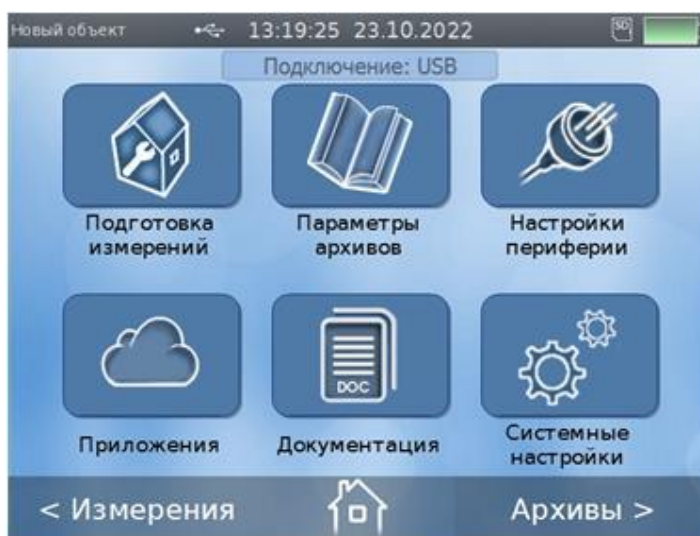

Рис.4. Основное меню расходомера.
3.1.1. Для управления расходомером с клавиатуры используется многоуровневая система меню, состоящая из основного меню (рис.4), подменю, команд и параметров, наименования которых сгруппированы в списки.
- 3.3.1. Для ввода цифровых или списочных параметров возможно использование функции «in-touch» дисплея. Для входа в какое-либо подменю из основного меню достаточно прикоснуться пальцем к соответствующей иконке на дисплее (см. рис.4).
- 4.1. Для включения расходомера необходимо нажать и несколько секунд удерживать кнопку . Прибор входит в режим самотестирования, на дисплее индицируется заставка (см. рис.12). По окончании самотестирования на дисплее выводится основное меню (см.рис.4).